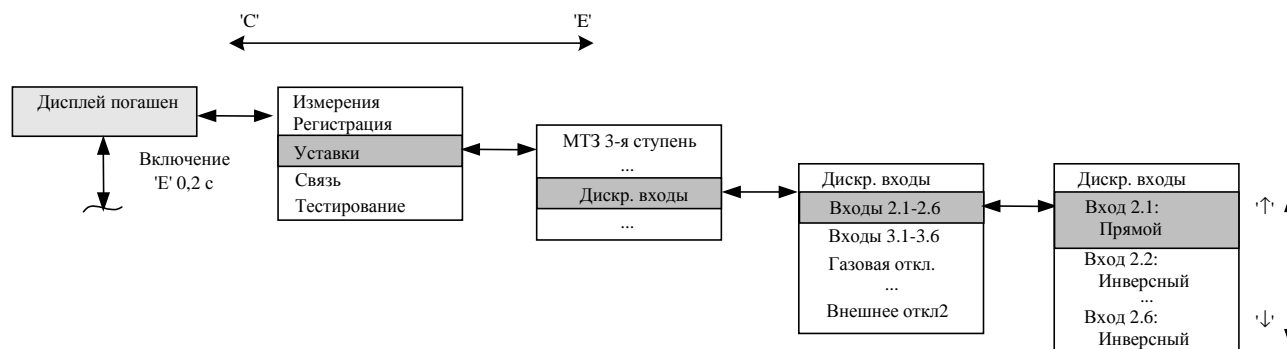
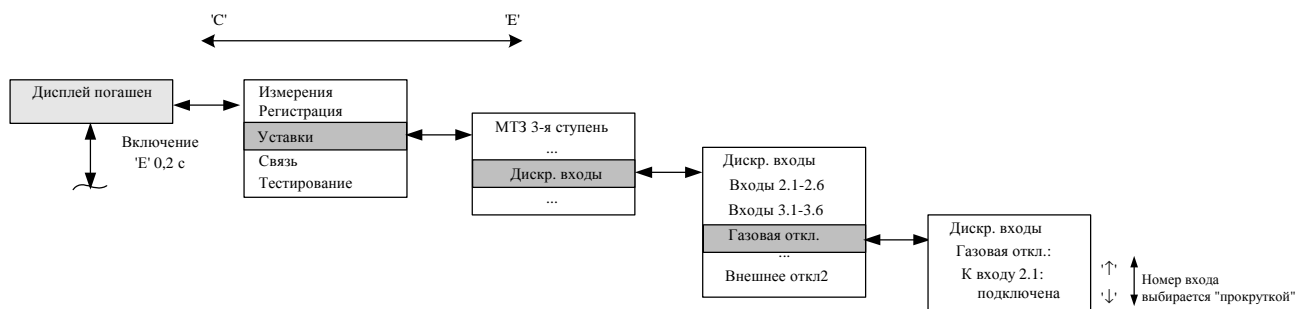

Рис. 2.4.3
Рис. 2.4.4
Конфигурация входных дискретных сигналов (Входы 2.1-2.6, входы 3.1-3.6) производится при помощи меню следующим образом (Рис. 2.4.3 и Рис. 2.4.4):
*Примечание к Рис. 2.4.3 - Номер входа и назначение входа («прямой» или «инверсный») выбирается путем установки курсора на нужную позицию с помощью клавиш со стрелками.*
*Примечание к Рис. 2.4.4 - Назначение каждого конфигурируемого входа определяется установкой курсора на нужную позицию (в примере – это «Газовая откл.»), а затем, выбором опции «подключено», «не подключено» (в примере «Газовая откл.» подключена к Входу 2.1).*